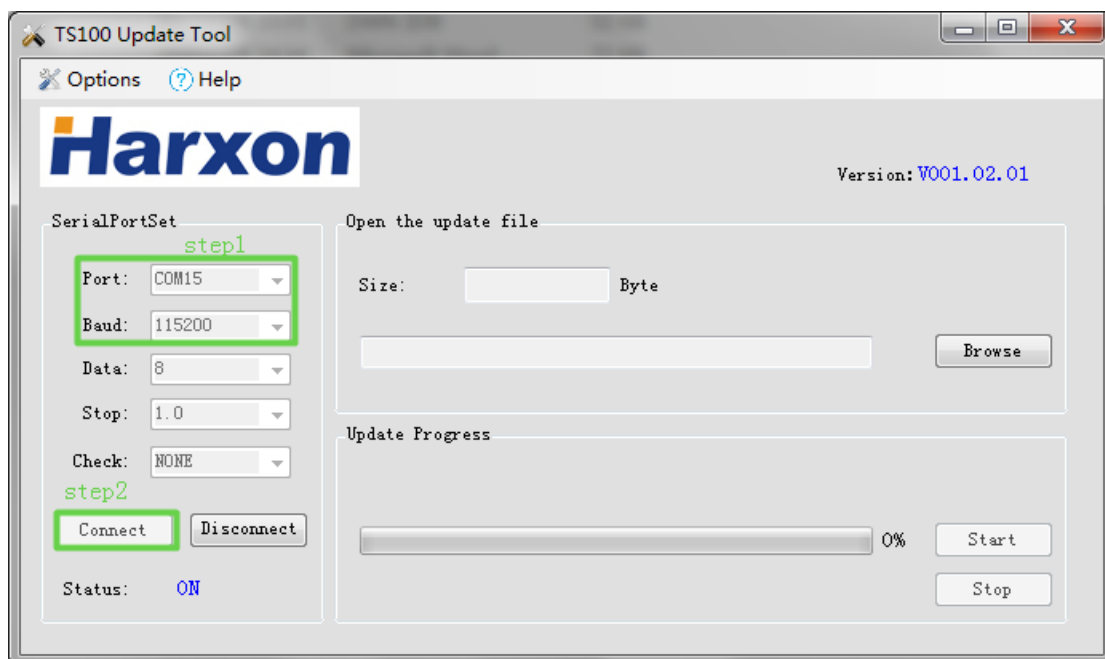

图 17 主机固件升级软件端口连接
- 2, 打开电脑上的 SMART 天线升级工具, 选择好对应的串口和串口波特率, 点击 **Connect** 按钮。如图 17 所示。